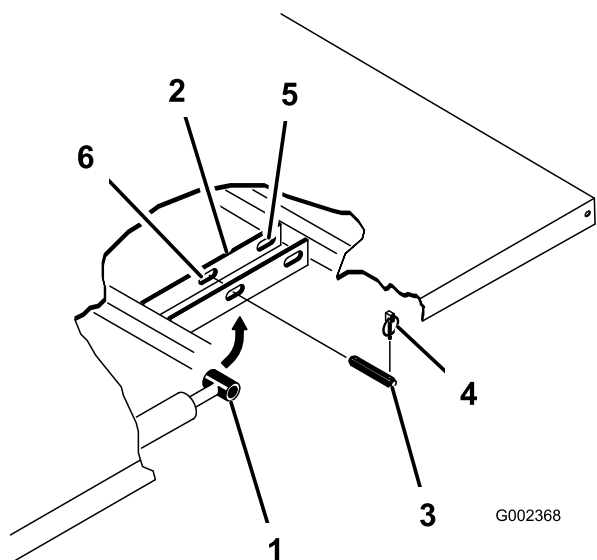

Figura 3
4. Retire os pinos de sujeição das extremidades exteriores dos pinos de forquilha da haste do cilindro (Figura 3).